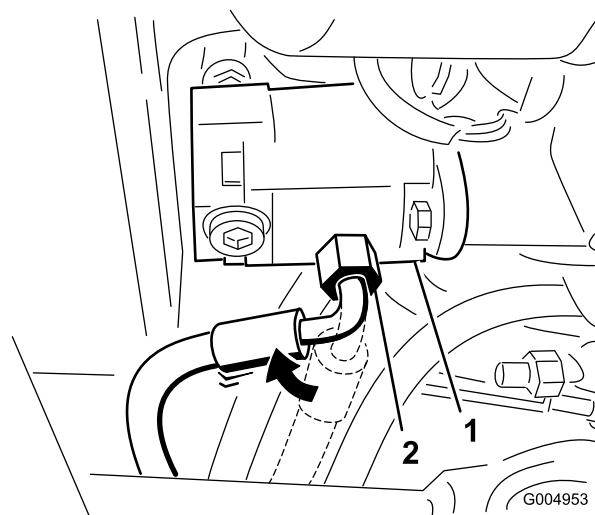

Figura 103
25. Allentate il raccordo del flessibile della pressione nella pompa e ruotate il raccordo di 45 gradi verso la parte anteriore della macchina (Figura 103).
Nota: Figura 103 rappresenta la veduta da sotto il trattorino.